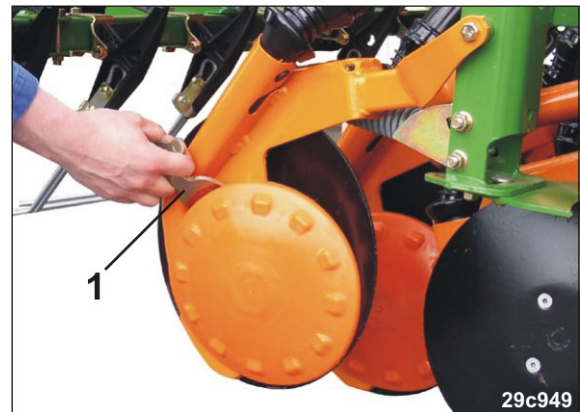

Fig. 93
1. Den Griff (Fig. 93/1) in eine der 3 Stellungen einrasten.